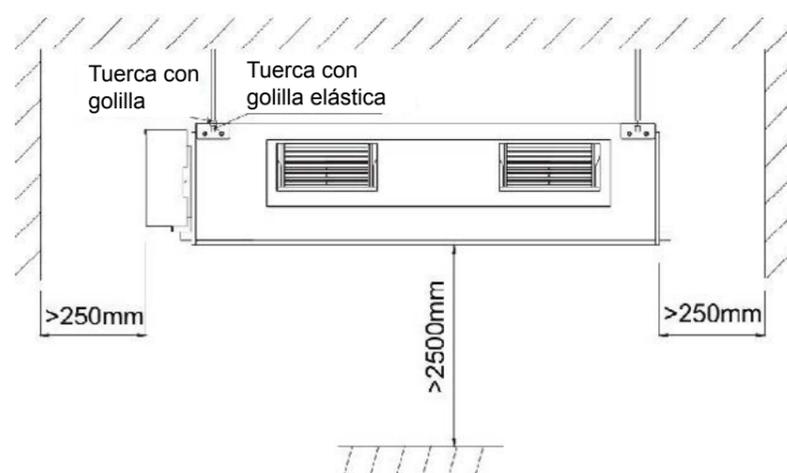

Figura 2
- Deje espacio libre alrededor de la unidad para realizar servicios de mantención, tal como se indica en la Figura 2.